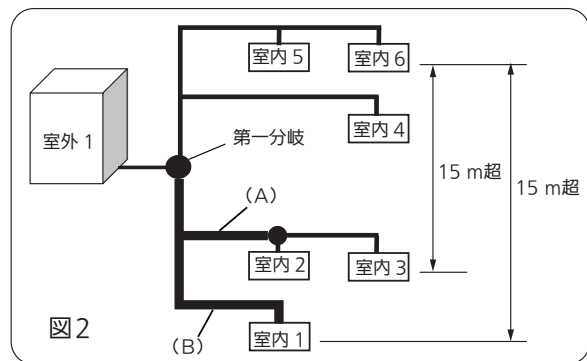

図 2
- H2 が 15 m を超える場合、室内ユニットが室外ユニットより下側にある液管、ガス管を 1 ランクサイズアップしてください。(図 2)
- (A) 同一階に室内ユニットが 2 台以上ある場合